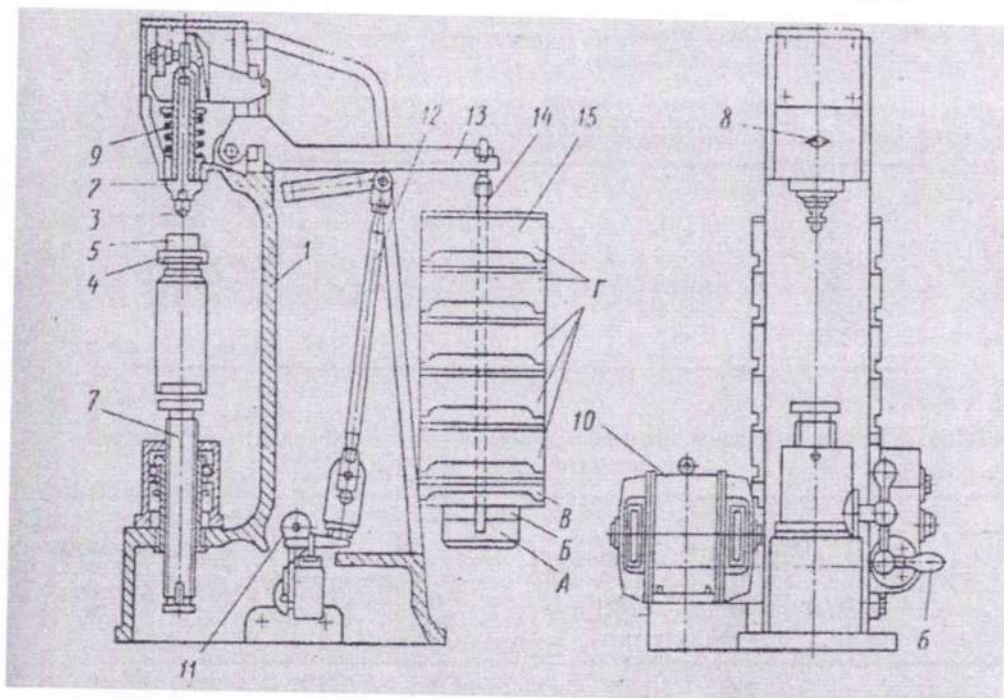

Рисунок 1- Схема автоматического рычажного пресса для определения твёрдости.
1. Установить на подвеску 14 (см. рисунок 1) грузы 15, соответствующие выбранной для испытания нагрузке.